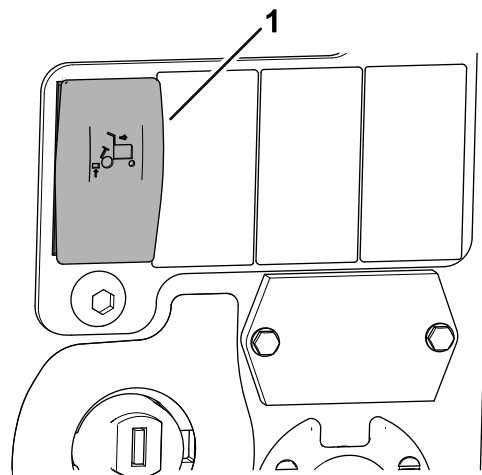

Bild 7
- Um die automatische Hubbegrenzung im Rückwärtsgang zu aktivieren, betätigen Sie die Oberseite des Schalters für die automatische Hubbegrenzung im Rückwärtsgang (Bild 7).